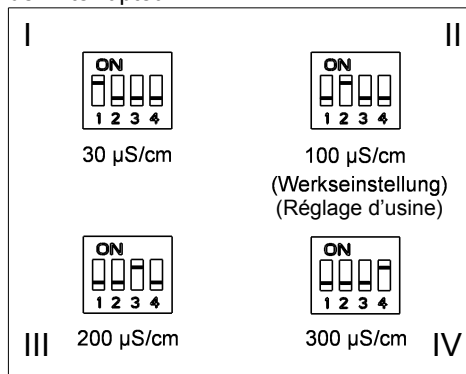

Fig. 6 : Interrupteur DIP
Le critère d'interruption est réglé en usine par un interrupteur DIP à 100 $\mu\text{S/cm}$ (cf. fig. 6 II). La conductivité moyenne de toute
- Régler l'interrupteur DIP selon fig. 6 III. L'interrupteur DIP se trouve sur la face intérieure du capot, à côté du support de piles.
- Ensuite, régler le critère d'interruption sur 300 $\mu\text{S/cm}$: Régler l'interrupteur DIP selon fig. 6 IV.